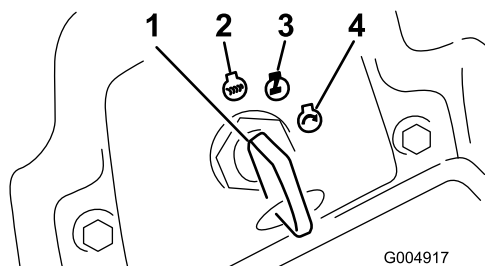

Figura 16
- Gire la llave de contacto a la posición Marcha (Figura 16).
- Gire la llave de contacto a la posición de Desconectado (Figura 16). Espere a que se detengan todas las piezas en movimiento antes de abandonar el puesto del operador.